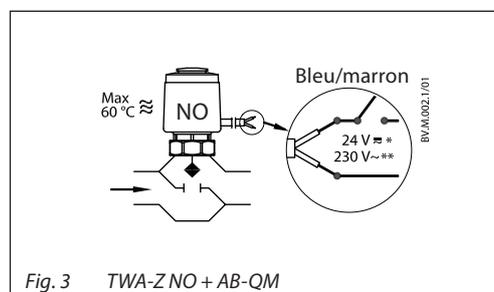

Fig. 3 TWA-Z NO + AB-QM
- en état non excité, la vanne est ouverte (fig.3)